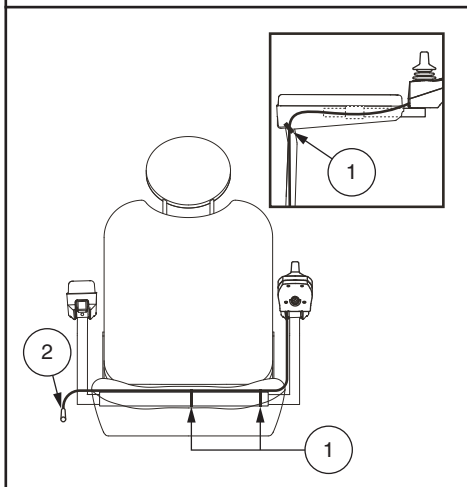

Figure 7. Câble sécurisé sur un siège Contour
6. Fixez le câble du contrôleur sous l'appui-bras avec des attaches pour fil. **Voir la figure 7.**